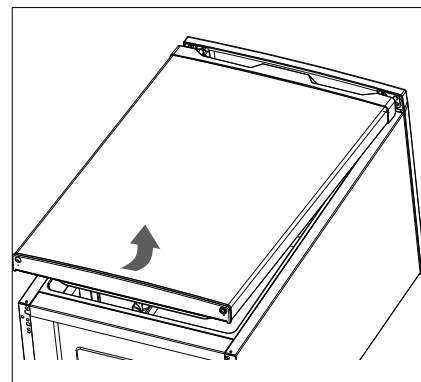

Fig. 4
- ▶ Soulevez légèrement le bas de la porte du congélateur (4) et sortez-la du tenon de charnière supérieur (fig. 4).
- ▶ Déposez la porte du congélateur (4) et posez-la sur le côté de telle manière qu'elle ne puisse pas tomber, sur un support souple pour éviter les rayures.